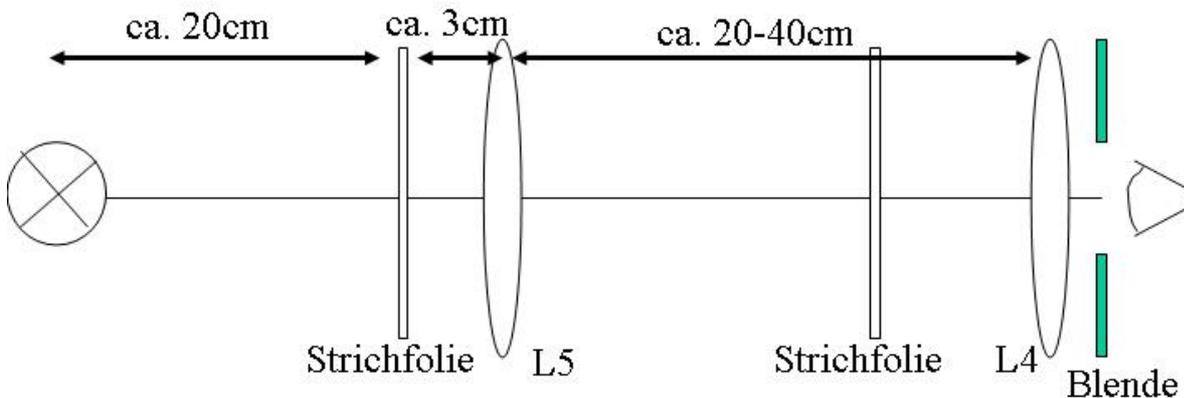

Abb.: O2-2: Mikroskop: Versuchsaufbau zur Bestimmung der Vergrößerung eines Objektivs.
Bauen Sie ein Mikroskop nach Abb. O2-2 auf! Beginnen Sie mit dem Aufbau an einem Ende der Schiene, nicht mittendrin. (Wählen Sie dazu als Abstand zwischen Objektiv und Okular einen Wert zwischen 20 cm und 40 cm.) Bestimmen Sie die Vergrößerung des Objektivs durch Vergleich identischer Strichfolien in der Objektebene (auf Dia-Halter) und der Bildebene des Objektivs! Verschieben Sie dazu das Objektiv bis Sie ein scharfes Bild des ersten Gitters erhalten, danach verschieben Sie das zweite Gitter, bis Sie beide Gitter gleichzeitig scharf sehen. Vergleichen Sie den gemessenen Wert mit dem erwarteten Wert (bei Berechnung über Brennweite und Bildweite).
- aus den Verhältnissen der Linienabstände der drei Gitterbereiche (s. Abb. O2-2), die unter dem Mikroskop (siehe M-1) ausgezählt werden können, und aus